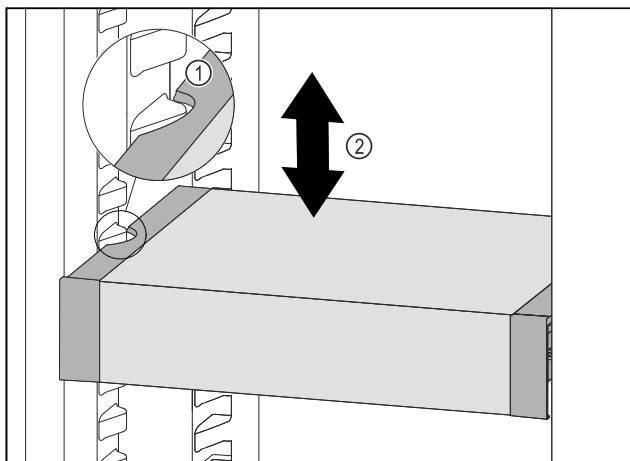

Fig. 113
- ▶ Tirare VarioSafe in avanti fino a quando le cavità laterali di VarioSafe non si trovano al livello della nervatura del contenitore nel vano frigorifero. Fig. 113 (1)
- ▶ Spostare VarioSafe verso l'alto o verso il basso nel vano frigorifero fino a raggiungere l'altezza desiderata. Fig. 113 (2)